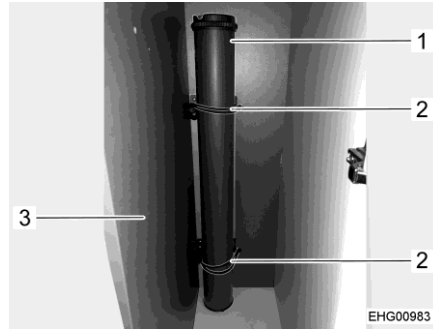

Bild 38 Tischfuß (im Kleiderschrank)
- Tischfuß (Bild 38,1) in Kleiderschrank (Bild 38,3) (hinter der Küche) stellen.
- Tischfuß oben und unten mit Gummiband (Bild 38,2) an der vorgesehenen Halterung befestigen.